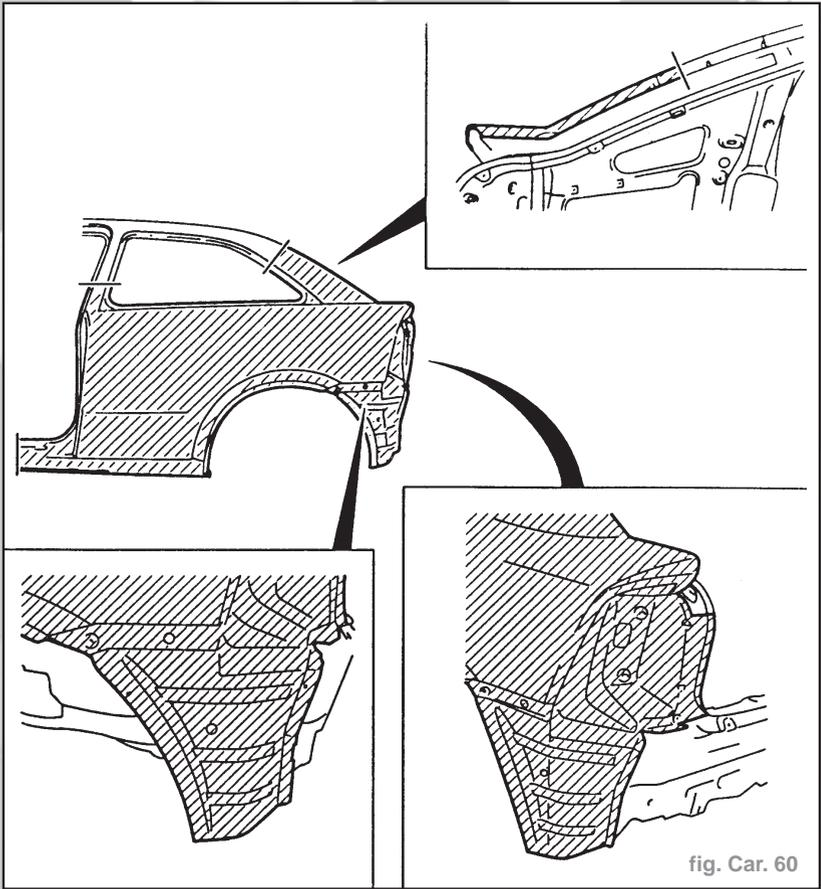

fig. Car. 60
- Déposer les pièces rapportées. Séparer le panneau latéral. Tenir compte de la dimension de la pièce neuve (fig. Car. 60).